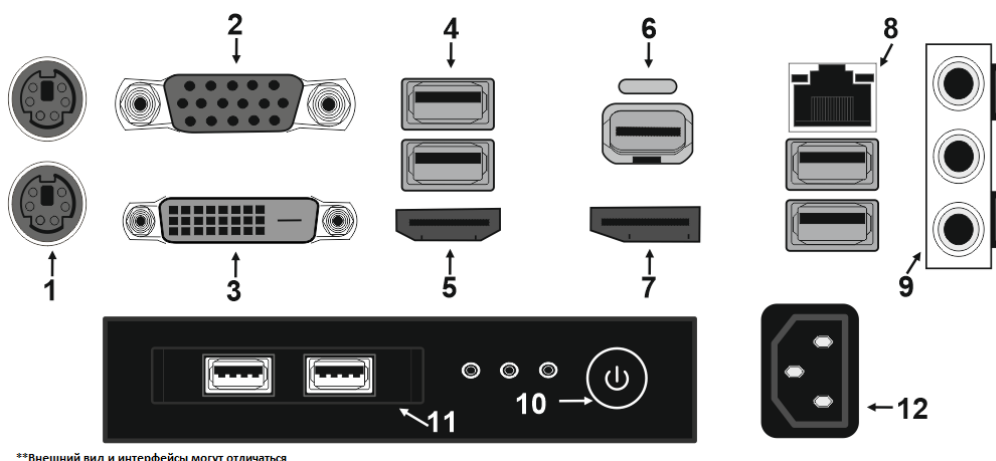

Рисунок 2. Назначение элементов системного блока.
2.5 Назначение элементов системного блока представлено на рис. 2**: